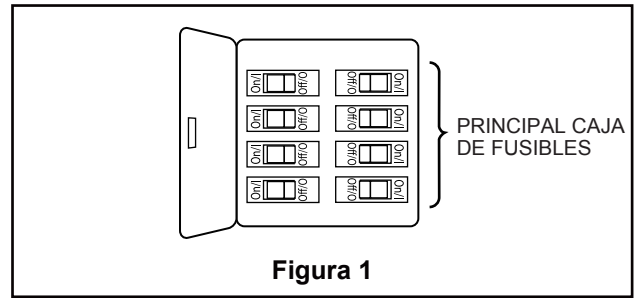

Figura 1
- 1.** Restaure la fuente de alimentación de la toma de corriente enciendo la electricidad del fusible principal. (Figura 1)